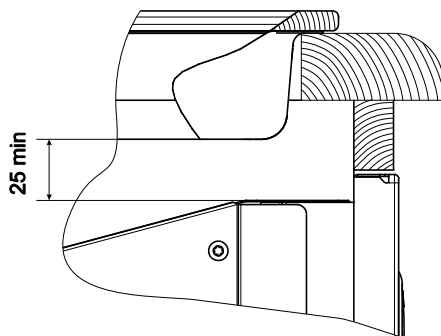

рис. 3
- При совместной установке варочной панели и духового шкафа необходимо учитывать выступание корпуса варочной панели из нижней части столешницы и верхней части корпуса духового шкафа. Соприкосновение не допускается. Рекомендуемый воздушный зазор не менее 25мм (см. рис. 3).